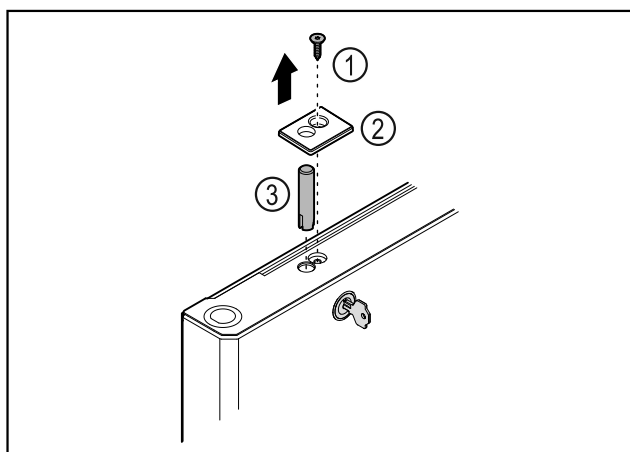

Fig. 45
- Retirer la vis Fig. 45 (1).
- Décrocher le cache Fig. 45 (2) avec un petit tournevis et le retirer.
- Retirer l'axe de la serrure Fig. 45 (3).